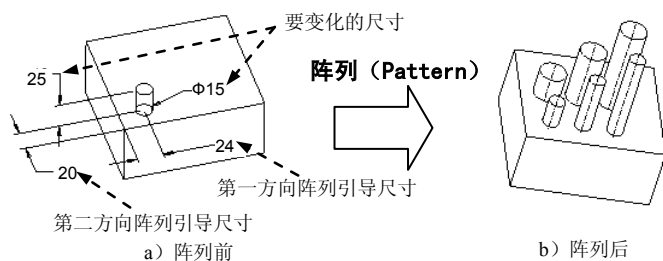

图 5.23.11 阵列引导尺寸
下面要创建图 5.23.11 所示的圆柱体特征的“变化”阵列, 操作过程如下。
(1) 选取图 5.23.11 中第一方向的第一引导尺寸 24, 输入增量值 30.0; 按住 Ctrl 键, 再选取第一方向的第二引导尺寸 25 (即圆柱的高度), 输入相应增量值 30.0。
(2) 在操控板中单击 **尺寸** 按钮, 单击“方向 2”的“单击此处添加...”字符, 然后选取图 5.23.11 中第二方向的第一引导尺寸 20, 输入相应增量值 40.0; 按住 Ctrl 键, 再选取第二方向的第二引导尺寸 $\phi 15$ (即圆柱的直径), 输入相应增量值 10.0。